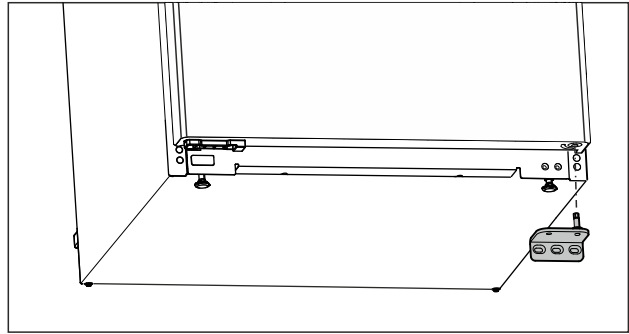

Fig. 16
- Tag hængslet af nedefter. (se Fig. 16)